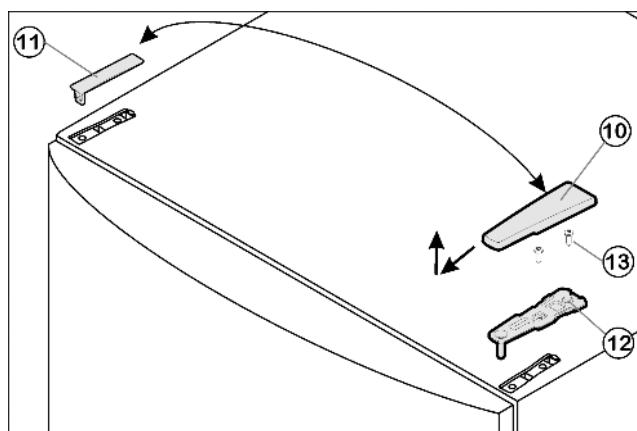

Fig. 8
- ▶ Estrarre la copertura Fig. 8 (10) tirandola in avanti e verso l'alto.
- ▶ Staccare la copertura Fig. 8 (11).
- ▶ Svitare il blocco di supporto superiore Fig. 8 (12) (2 x Torx® 25) Fig. 8 (13) ed estrarre tirando verso l'alto.